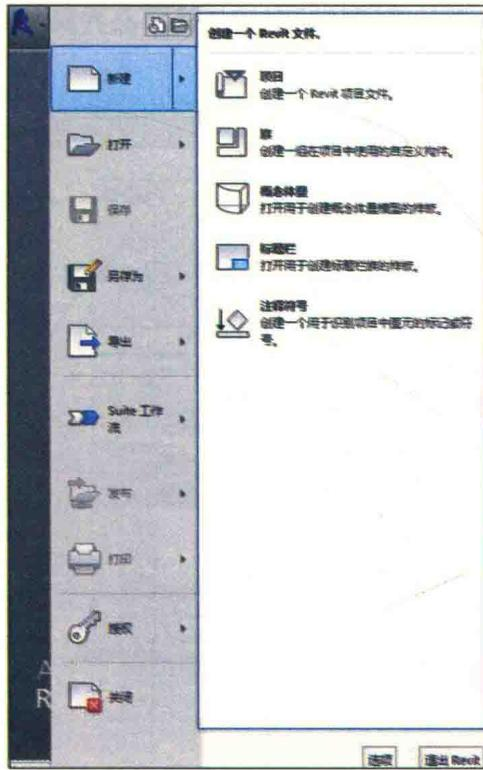

图 0-5
(2) 上下文选项卡: 当执行某些命令或选择图元时, 在功能区会动态出现某个特殊的上下文选项卡, 该选项卡包含的工具集仅与对应命令的上下文关联。
(3) 选项栏: 大多数情况下, 选项栏与上下文选项卡同时出现、退出, 其内容根据当前命令或选择图元变化而变化。
(4) 应用程序菜单: 单击  按钮, 展开应用程序菜单, 如图 0-5 所示。